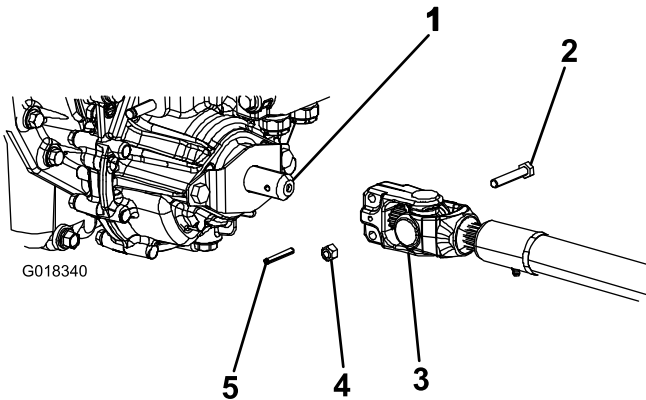

图4
- 将 PTO 驱动轴放在机器前部下方。确保驱动轴滑轴轭朝向变速箱驱动轴图4。